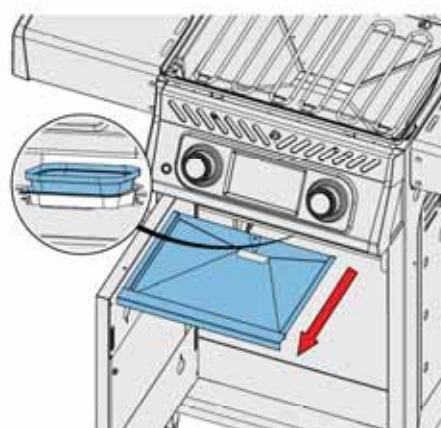

Fig. 8
- Faites glisser le bac à graisse hors de l'appareil pour accéder au bac à graisse jetable ou pour nettoyer le bac à graisse. (Fig. 8)
- Nettoyez fréquemment pour éviter l'accumulation de graisse – environ tous les 4 à 5 usages. (Fig. 8)